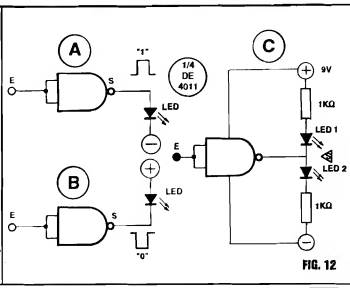

FIG. 12
- FIG. 12 - FALANDO, AGORA, DAS SAÍDAS DOS GATES... Já vimos que uma Saída de bloco digital C.MOS, qualquer que seja o nível ou estado momentaneamente nela apresentado, está sempre "limitada", automaticamente, por um "resistor" interno à linha de alimentação positiva ou negativa... Essa característica faz com que não seja possível grandes "puxadas" ou "fornecimentos"